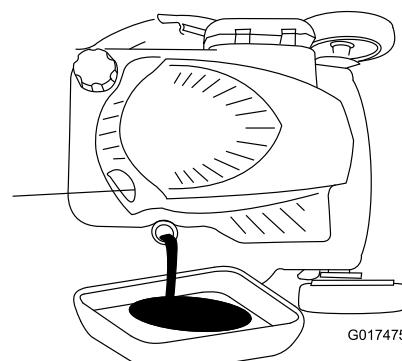

Figure 26
5. Inclinez la tondeuse sur le côté (jauge en bas) pour vidanger l'huile usagée par le goulot de remplissage (Figure 26).